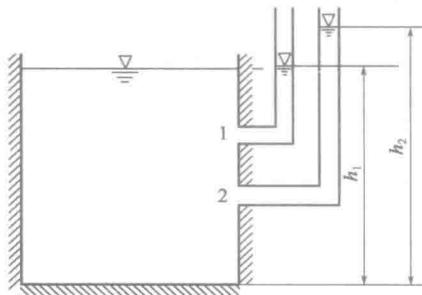

图 1-10
**【例 1-3】** 在明渠恒定均匀流过水断面上 1、2 两点安装两根测压管, 如图 1-10 所示, 则两测压管高度  $h_1$  与  $h_2$  的关系为: